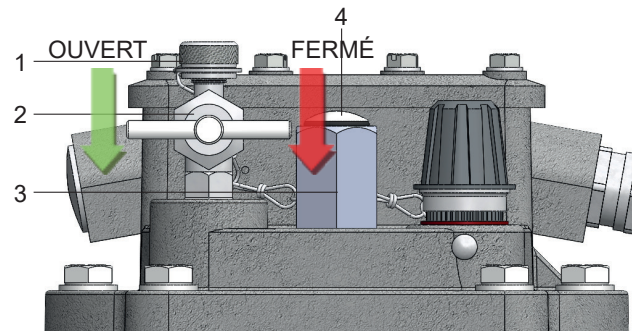

Fig. 12 – Couvercle du relais à gaz avec raccord de remplissage d'huile (indice 29D)
- Desserrer le petit écrou borgne (fig. 12/n° 1) de la vanne de purge d'air (fig. 12/ n° 2) et ouvrir la vanne de purge d'air (la tourner dans le sens anti-horaire)
- Desserrer le bouchon de fermeture (fig. 12 / n° 4) du raccord de remplissage d'huile (fig. 12 / n° 3)
- Visser le bouchon de fermeture (fig. 12 / n° 4) fermement sur le raccord de remplissage dès que le liquide diélectrique commence à sortir
- Fermer la vanne de purge d'air et visser le petit écrou borgne (fig. 12 / n° 1) fermement sur la vanne de purge d'air